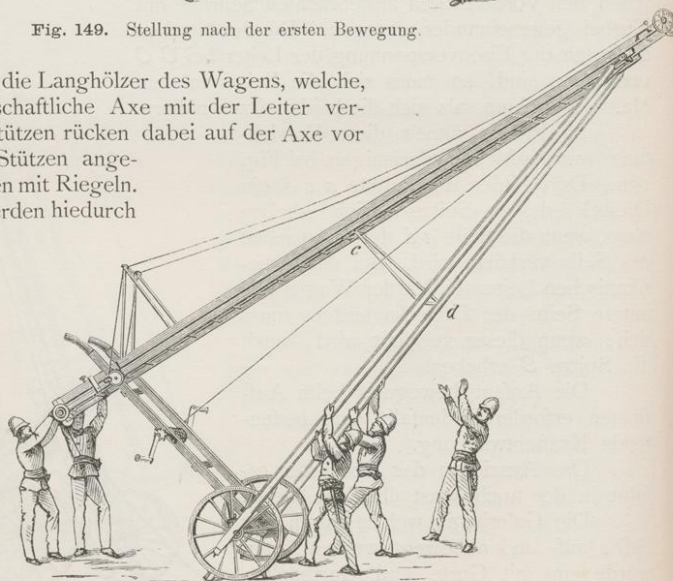

Fig. 150. Stellung während der zweiten Bewegung.
4. Zwei Mann stellen sich auf die Wagenaxe, und ziehen an den Langhölzern des Wagens zurück, vier Mann erheben die Leiter durch Angreifen an den Stützen bei \bar{b} und \bar{d} und richten die Leiter damit auf. Diese Bewegung ist erleichtert durch den Umstand, dass stets ein Theil der Leiter dem andern Theil als Gegengewicht dient. In der Stellung Fig. 150 befindet sich die Leiter völlig im Gleichgewicht.